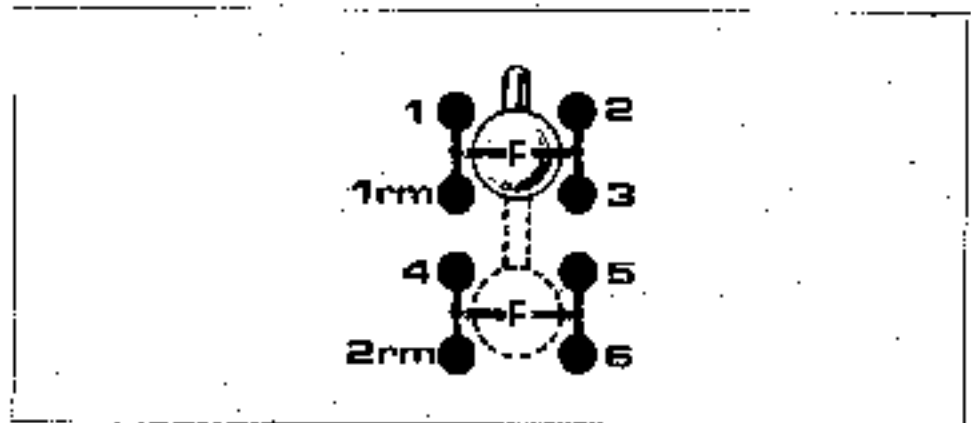

Fig. 5
1. Premere il pedale della frizione e spostare la leva del cambio nella posizione della marcia desiderata (vedere fig. 5).